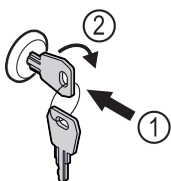

Fig. 106 Примерное изображение
- ▶ Вставьте ключ Fig. 106 (1).
- ▶ Поверните ключ на 90° по часовой стрелке Fig. 106 (2).